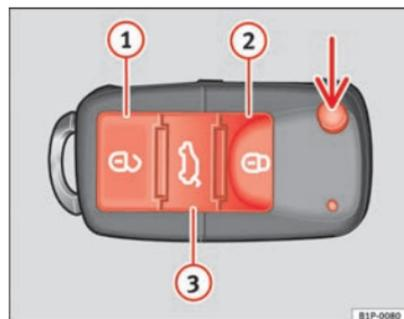

Fig. 43 Botões da chave com comando à distância
Com a tecla ⇒ fig. 43 (seta) do comando, destranca-se o palhete da chave.
Destrancagem do veículo  ⇒ fig. 43 ①.
Trancagem do veículo  ⇒ fig. 43 ②.
Destrancagem da porta do porta-bagagens. Prima o botão  ⇒ fig. 43 ③ até que todas as luzes indicadoras de mudança de direcção do veículo pisquem durante breves segundos. Ao premir o botão de destrancagem  ③, dispõe de 2 minutos para abrir o porta-bagagens. Uma vez decorrido este tempo, será novamente trancado.
- Prima o botão   ⇒ página 84, fig. 43 do comando à distância.
Para alterar o estado de trancagem/destrancagem, accione o botão  ou a tecla ① ⇒ página 84, fig. 43 da chave do comando à distância.